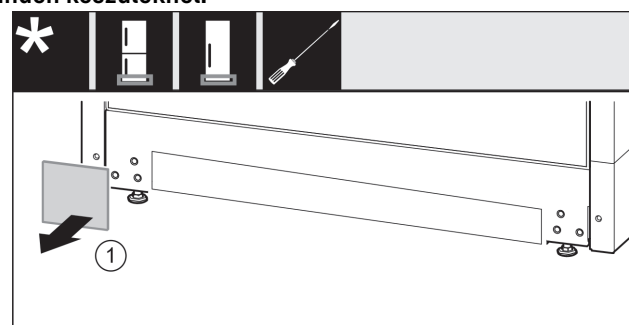

Fig. 19
- Vegye le a fedelet Fig. 19 (1).